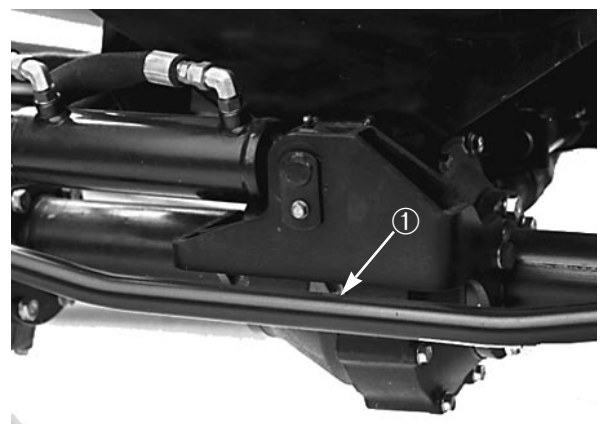

Figure 8
3. Déposer l'obturateur au centre de l'essieu et contrôler le niveau. Le rectifier s'il est bas jusqu'à ce que l'huile atteigne la base de l'orifice (Fig. 8).